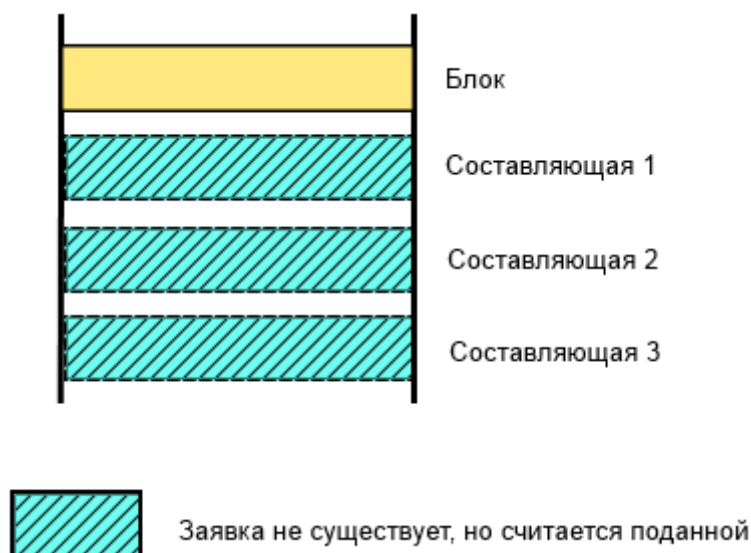

Рисунок 13.69 – Заявка на блок, считаются поданными заявки на все составляющие
- производится анализ структуры блока, считаются поданными заявки на все составляющие блока в те же сроки, что и заявка на блок (Рисунок 13.69);